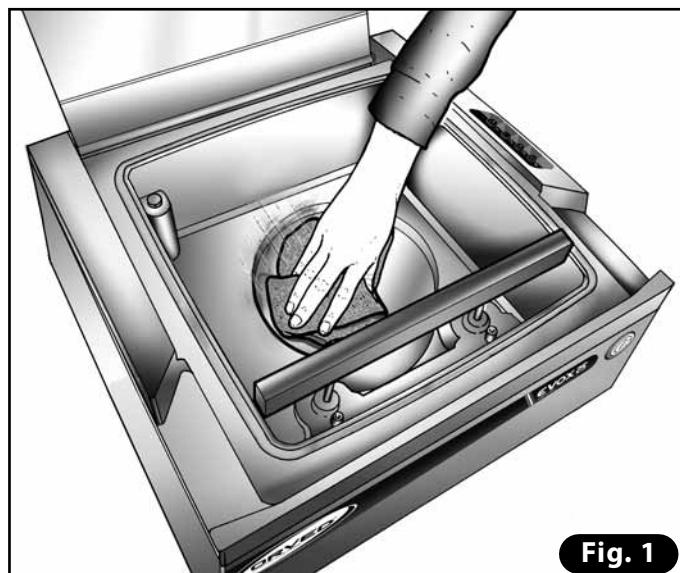

Fig. 1
8.1.3 LIMPIEZA DE LA CÁMARA DE VACÍO (Fig. 1)